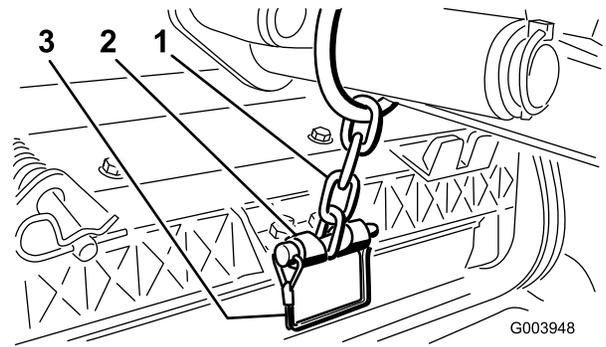

Figura 10
12. Prenda a corrente do braço de elevação ao suporte da corrente com o pino de encaixe (Figura 10). Utilize o número de elos da corrente conforme descrito no *Manual do utilizadord*a unidade de corte.